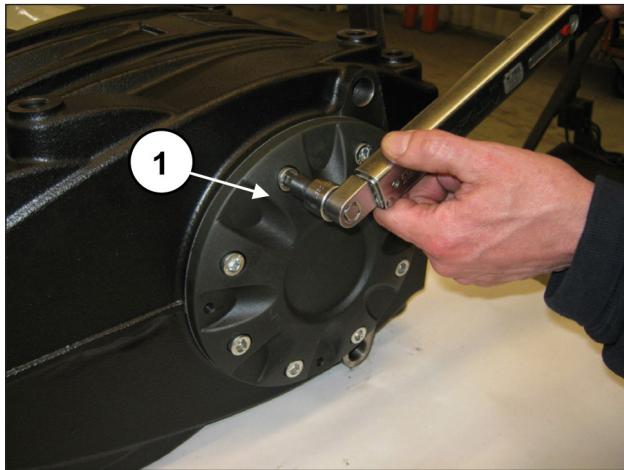

图 60
拧紧8颗M10x30螺丝(位置①, 图 60)。利用扭力扳手调节螺栓, 如第3章所述。